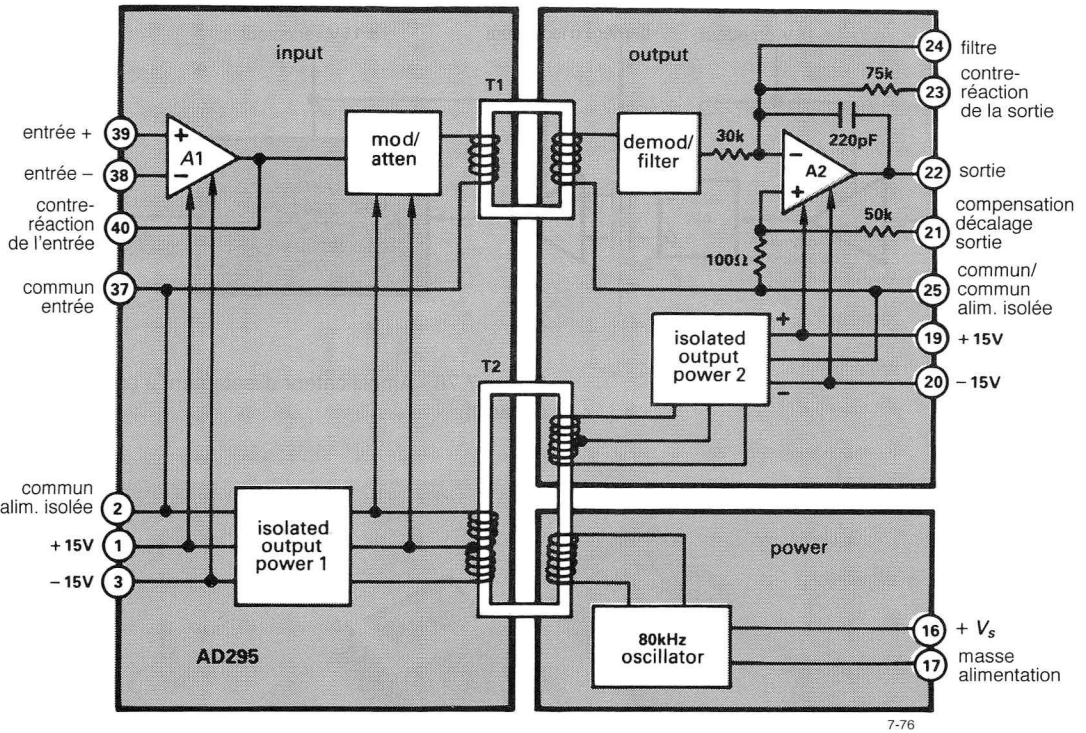

Figure 7.76 - Amplificateur d'isolement AD295 à couplage par transformateurs (Document Analog Devices).
1. Isolement par transformateur d'une porteuse à haute fréquence, modulée en fréquence ou en largeur d'impulsion par le signal, à bande passante relativement étroite (du continu à 10 kHz environ), qui doit être isolé (figure 7.76). Ce principe est utilisé dans tous les amplificateurs d'isolement d'Analog Devices et dans certains modèles de Burr-Brown. Les amplificateurs isolés par transformateurs présentent la caractéristique pratique de se contenter d'une alimentation continue unique ; ils comportent tous un convertisseur continu-continu isolé par un transformateur, intégré dans le module. Leur tension d'isolement peut aller jusqu'à 3,5 kV, leur bande passante va de 2 kHz à 20 kHz.